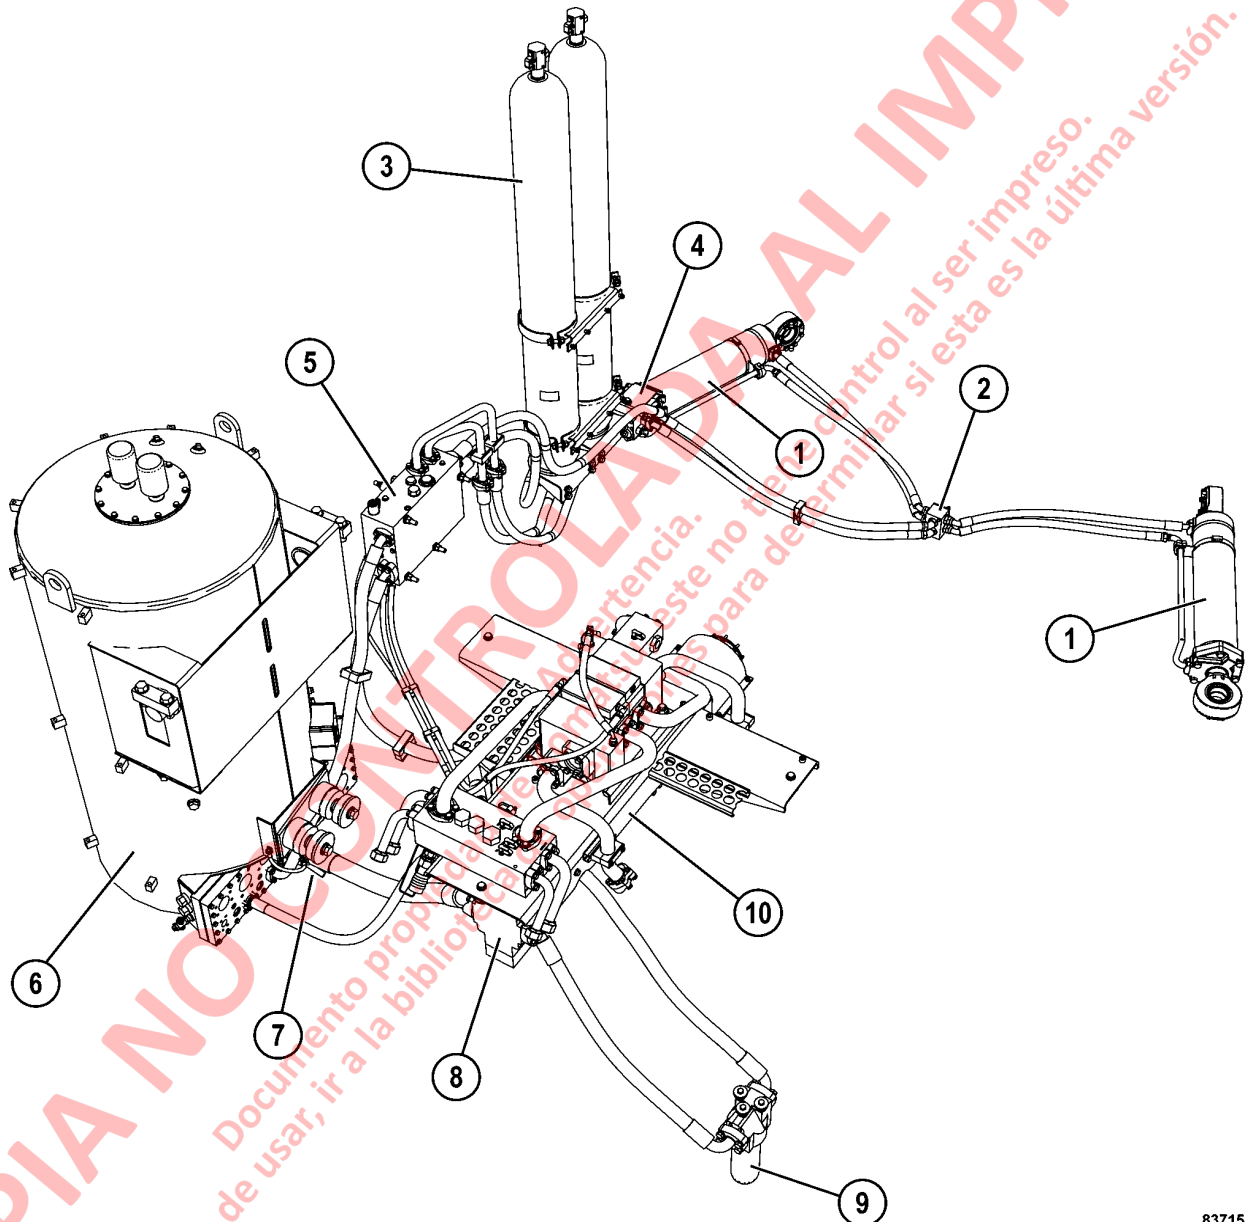
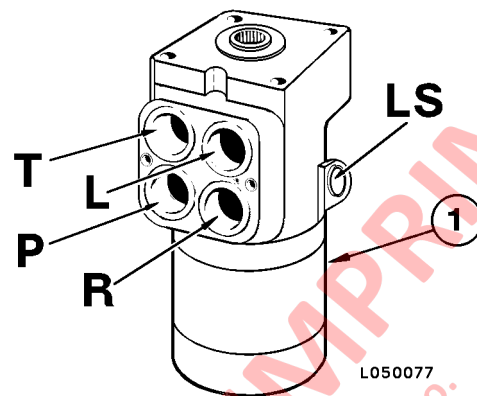
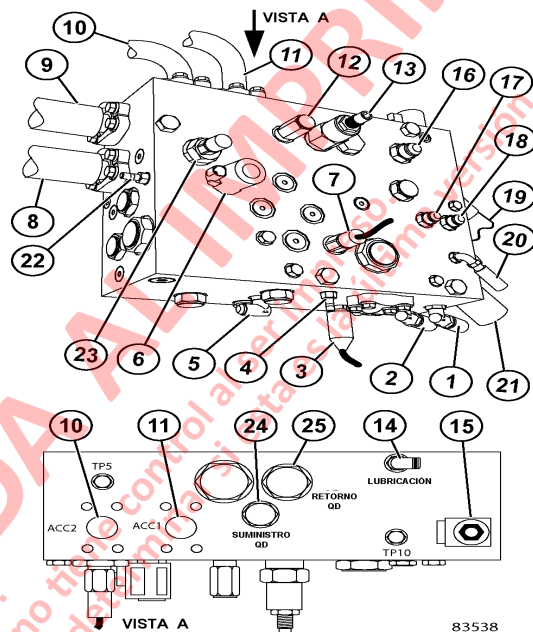
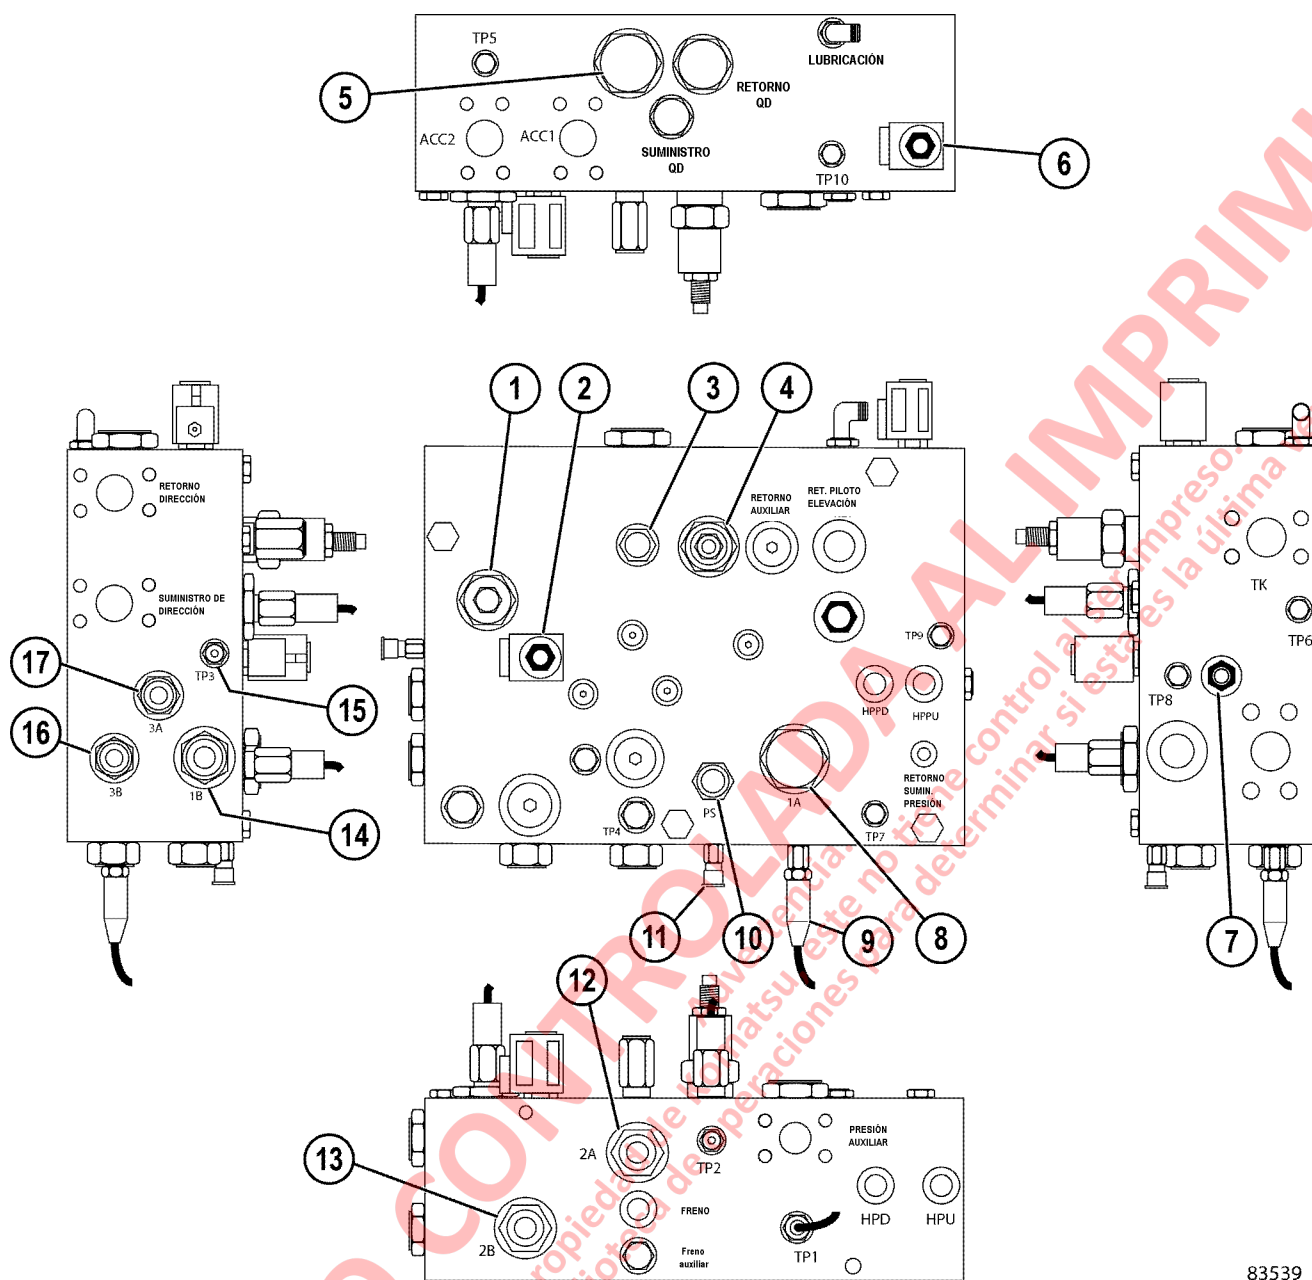

FIGURA 4-1. COMPONENTES DEL SISTEMA DE DIRECCIÓN
FIGURA 4-2. UNIDAD DE CONTROL DE DIRECCIÓN
FIGURA 4-3. MÚLTIPLE DE PURGA
FIGURA 4-4. MÚLTIPLE DE PURGA
La bomba (8, Figura 4-1) suministra aceite al múltiple de purga (5), después de pasar por un filtro de alta presión. Este aceite suministrado, luego se distribuye a los sistemas de frenos y de dirección.
La presión de aceite del múltiple purga es dirigida de vuelta a la bomba de dirección/freno y captada por el puerto "ACC" en la válvula de descarga, ubicada en el fondo de la carcasa de la bomba de dirección/freno. La válvula de descarga regula la presión del sistema entre 23 063 kPa (3.345 psi) y 24 132 kPa (3.500 psi). El interruptor de presión del sistema de dirección (7, Figura 4-3) en el múltiple de purga, activa una luz de advertencia en el panel superior si la presión del sistema de dirección cae bajo 15 900 kPa (2.300 psi).
Dos acumuladores de dirección de precarga de nitrógeno (3, Figura 4-1) están montados en el riel del bastidor izquierdo, atrás del neumático delantero. Entregan un suministro de aceite suficiente, para permitir al operador dirigir el camión fuera del camino de acarreo y estacionar en un área segura, en el caso en que ocurra una pérdida de aceite en el circuito de dirección. La válvula solenoide de purga del acumulador de dirección (6, Figura 4-3) en el múltiple de purga, se activa de forma eléctrica para purgar el aceite hidráulico presurizado del interior de los acumuladores de vuelta al tanque hidráulico cuando el interruptor de arranque está en la posición de apagado (OFF). Se requiere de aproximadamente 90 segundos para purgar el acumulador completamente.
El múltiple de purga y los acumuladores de dirección suministran aceite al amplificador de flujo (4, Figura 4-1). El amplificador de flujo, dirige el flujo de aceite al puerto correspondiente en los cilindros de dirección determinada por entrada de la unidad de control (1, Figura 4-2), mientras el operador dirige el camión.
La entrada de aceite a la unidad de control de dirección está bloqueada hasta que el volante de dirección se gire en la dirección deseada. Entonces la unidad de control de la dirección, envía aceite al amplificador de flujo, el cual a su vez entrega una gran cantidad de aceite a los cilindros de dirección (1, Figura 4-1). El aceite hidráulico en los extremos opuestos de los cilindros de dirección, fluye de vuelta a través del amplificador de flujo y el múltiple de purga al tanque hidráulico (6).
La unidad de control de dirección (Figura 4-2), está instalada dentro de la cabina y está acoplada directamente al extremo inferior de la columna de dirección
El múltiple de purga (5, Figura 4-1), está ubicado en la parte exterior del riel del bastidor izquierdo, justo detrás de los acumuladores.
La válvula de alivio (4, Figura 4-4) limita la presión del suministro hidráulico a los circuitos de dirección y frenos a 27 500 kPa (4.000 psi). La válvula de alivio (3), entrega una protección de presión máxima de 4100 kPa (600 psi), para el aceite que se devuelve al tanque hidráulico.
Cada vez que el interruptor de arranque esté apagado (OFF) con el camión detenido, se energiza la válvula solenoide (6, Figura 4-3 y 2, Figura 4-4) de purga del acumulador de dirección. Cuando se energiza la válvula solenoide, se purga toda la presión de la dirección hidráulica (incluidos los acumuladores) de vuelta al tanque hidráulico. Sin embargo la presión de freno, no se purgará debido a las válvulas de restricción internas en el múltiple de freno y el múltiple de purga.
Después de 90 segundos aproximadamente, la válvula solenoide se desenergiza para cerrar el puerto de retorno al tanque. En este momento, todo el aceite en los acumuladores se debería devolver al tanque. En el arranque, se cargarán el circuito de dirección y el circuito de freno. El interruptor de presión del sistema de dirección (7, Figura 4-3), activará la luz de advertencia de baja presión de
La válvula de alivio (4, Figura 4-4), ubicada en el múltiple de purga, limita la presión del suministro hidráulico hacia los circuitos de dirección y frenos a 27 500 kPa (4.000 psi).
Los dos acumuladores de dirección (3, Figura 4-1), son del tipo vejiga, con una capacidad de 62 litros cada uno (16,5 galones). Los acumuladores se cambian a 9 700 kPa (1.400 psi) con nitrógeno puro seco, utilizando la válvula de carga, ubicada en el extremo superior.
El filtro de alta presión (9, Figura 4-1) filtra aceite para los circuitos de dirección y freno.
El suministro externo se conecta al puerto (24, Figura 4-3) y el retorno se conecta al puerto (25). Esta característica solo se debe usar en una emergencia, para permitir el funcionamiento del camión para volver al taller o para mover el camión fuera del tráfico del camino de acarreo.